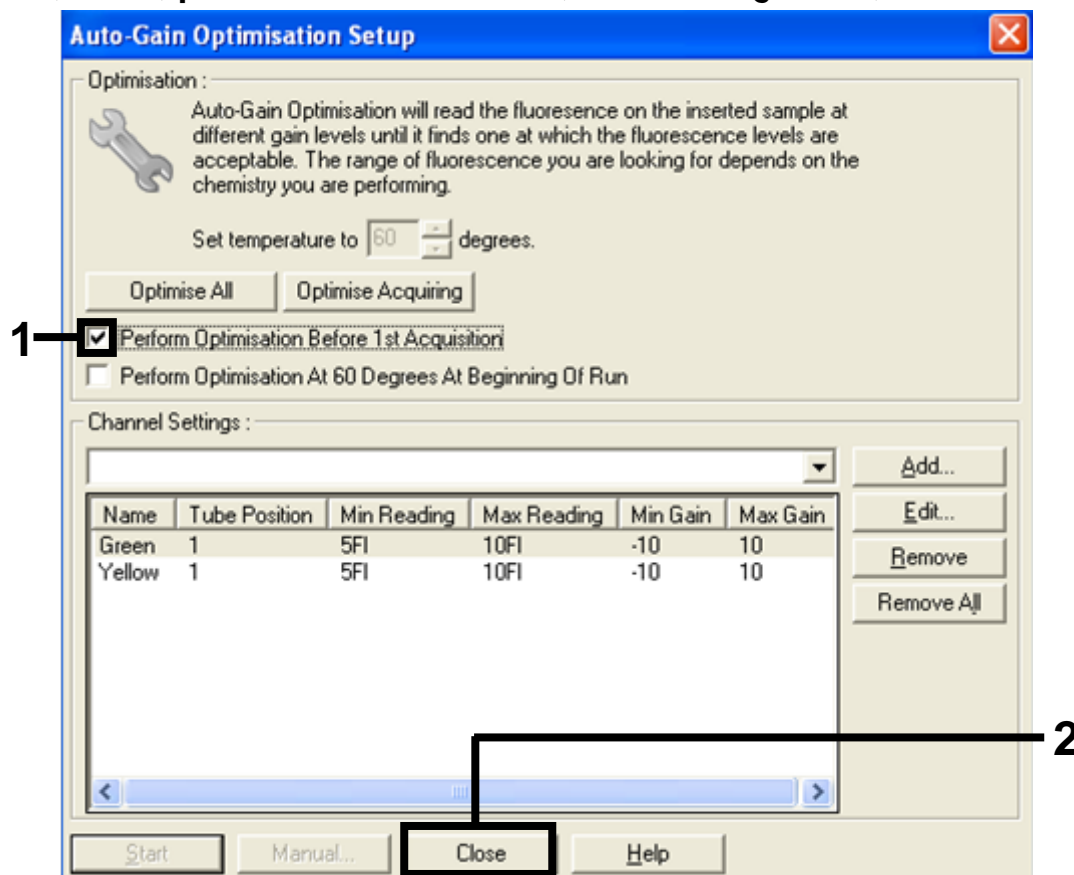

Figura 12. Selecção dos canais verde e amarelo.
14. Marque a caixa “Perform Optimisation before 1st Acquisition” (Efectuar optimização antes da 1.ª aquisição) e, em seguida, clique no botão “Close” (Fechar) para voltar ao assistente (consulte a Figura 12).